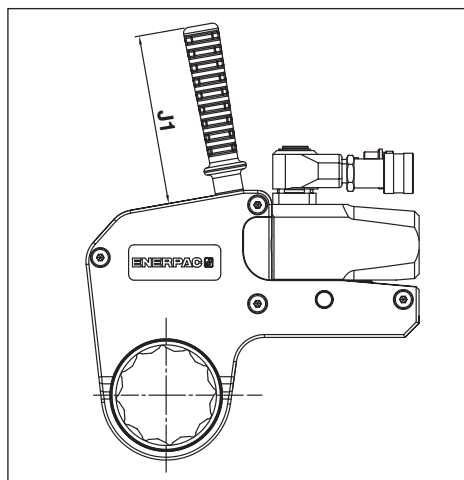

Fig. 25
6.1.3 Mått, rakt positioneringshandtag i SWH-serien (Fig. 25)